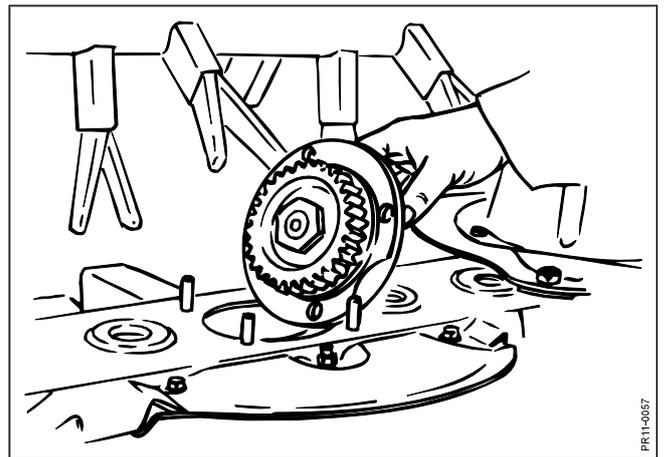

Fig. 5-16
- Fig. 5-16** Auf **GD 2800 FM** und **GD 3200 FM** ist ein Balken montiert, wo das ganze Scheibenlagergehäuse, Top Service Balken genannt, gesammelt abmontiert werden kann,.